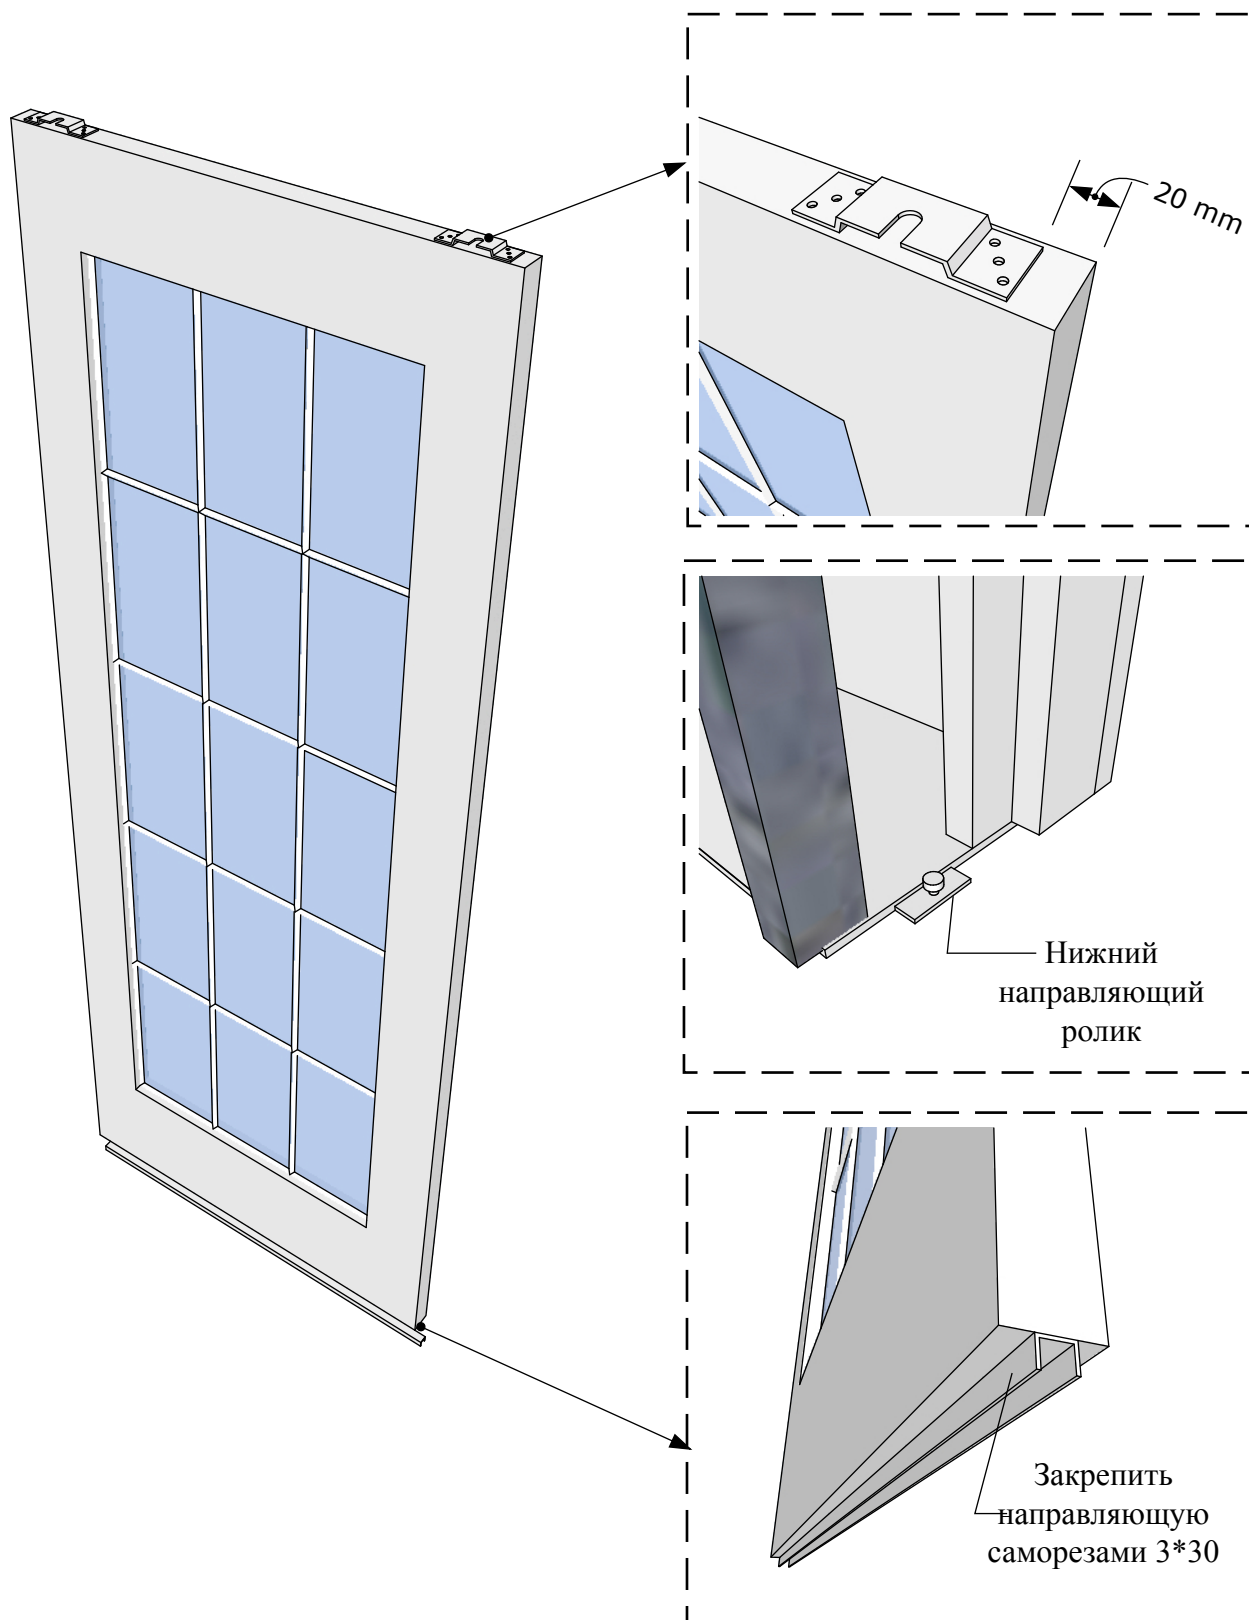

Рисунок 18
8. Подготовка дверного полотна к монтажу (Рис.18).